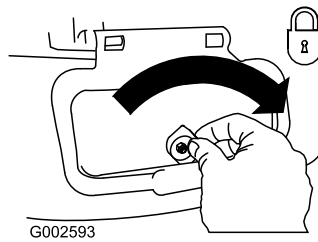

Figura 22
**Importante:** Bloquee el deflector de descarga lateral después de cerrarlo (Figura 22).